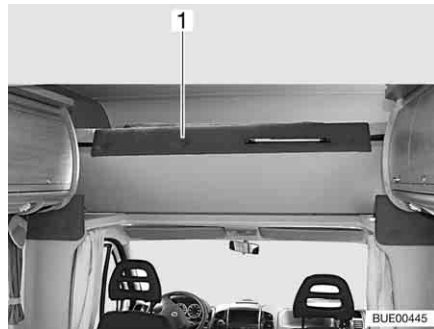

Bild 111 Alkovenbett, nach oben geklappt
- Alkovenbett (Bild 111,1) vorn nach oben klappen. Das Alkovenbett wird von Gasdruck-Federn in der oberen Stellung gehalten.